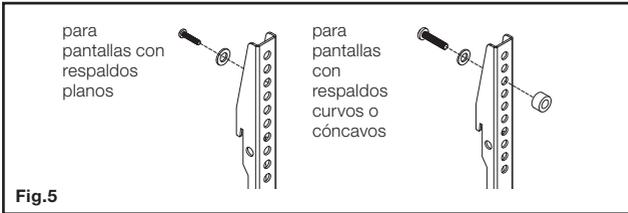

Fig.5
- Una los brazos de montaje a la parte posterior de su pantalla usando los tornillos identificados en los pasos 1 y 2 (ver Fig. 5):